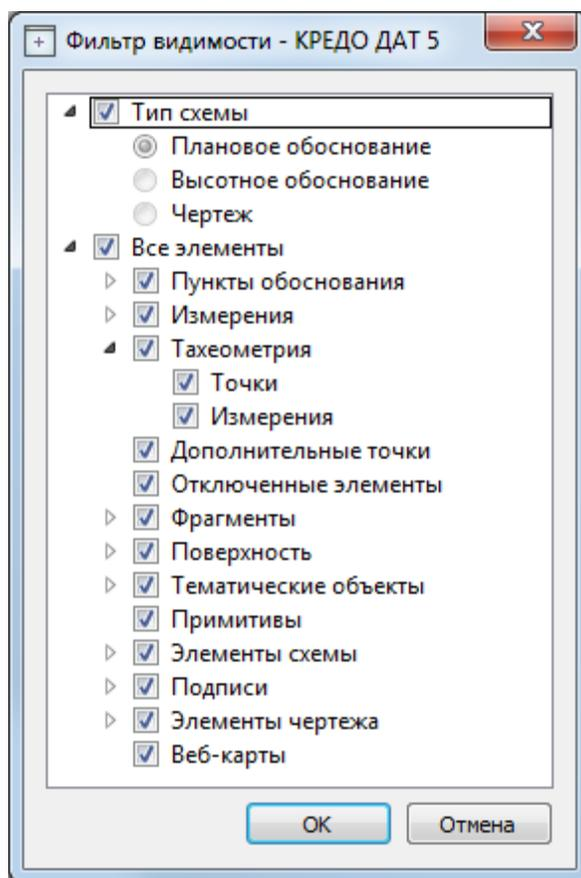

Рисунок 7.2
- При нажатии на кнопку **Фильтр видимости**  вызывается диалог **Фильтр видимости** (см. рис. 7.2). Аналогичный диалог вызывается командой **Фильтр видимости/Изменить текущий фильтр**.